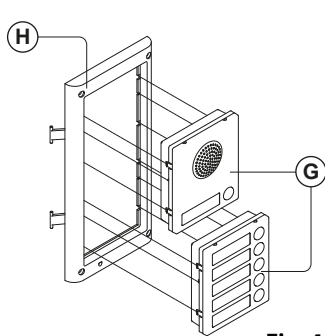
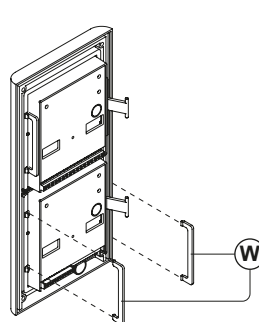

Fig. 44
Fig. 45
- Vooraleer het steunframe van de module te installeren, haak de modules **(G)** vast aan het steunframe **(H)** zoals getoond in **Fig. 44** en vervolgens, zoals getoond in **Fig.45**, plaats de twee veiligheidssloten **(W)** voor elke module (doe hetzelfde voor het steunframe van de tweede module);